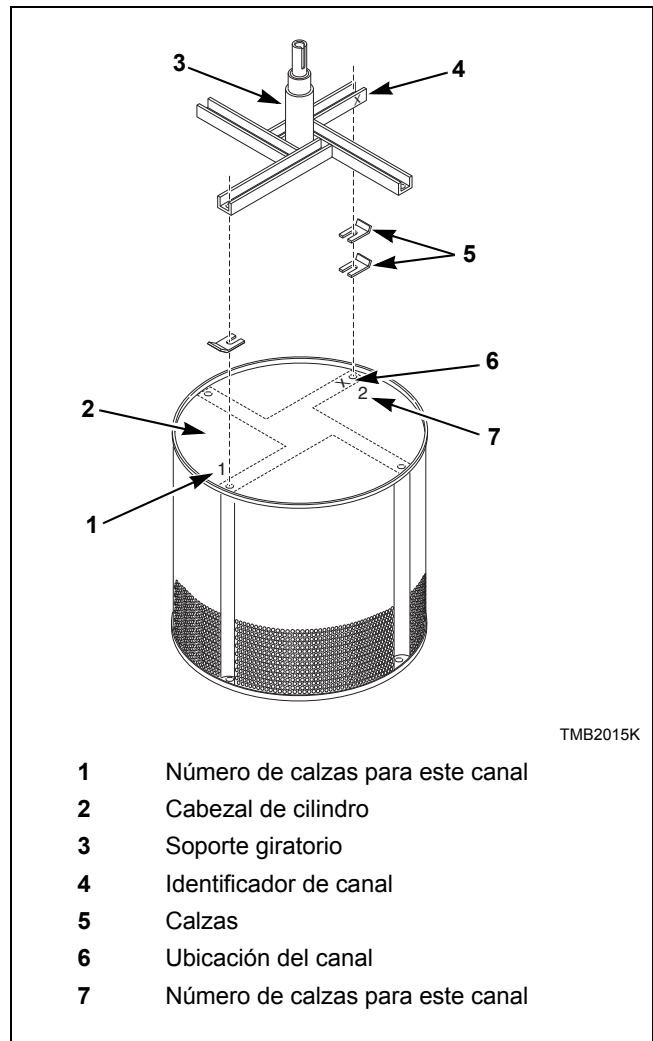

Figura 5
6. Para asegurar el equilibrio correcto del cilindro para el rearmado, marque la posición original de cada canal en el cabezal del cilindro y el número de calzas para cada canal antes de quitarlos. Consulte la *Figura 5*.